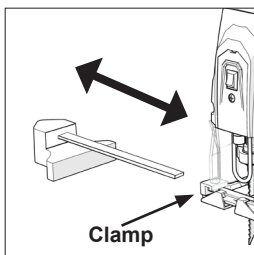

Abb. 11
- Die Klemme in der erforderlichen Betriebsposition entweder an der rechten oder linken Seite der Fußplatte der Maschine direkt vorm Sägeblatt positionieren. (**Abb. 11**).
- Den Arm der Parallelkantenführung durch die Klemme und die beiden (2) rechteckigen Schlitze in der Fußplatte schieben.